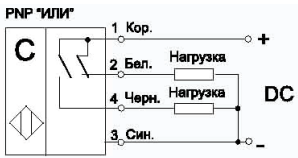

Рисунок 2 - Схема подключения
- 3.10. Выключатели подсоединяются по 4-х проводной схеме (рис. 2). Соответствие выводов и схема подключения маркированы на корпусе каждого выключателя.